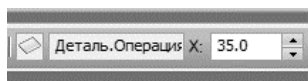

Рис. 68. Простановка расстояния от первой грани
6.9 В поле **Координата X** введите значение 35 мм (рис. 68).